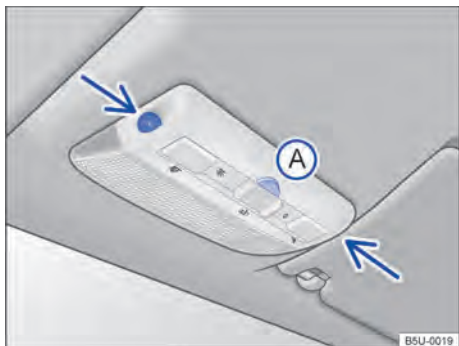

Fig. 29 No console do teto: sensores de monitoramento do interior do veículo e tecla (A) para desligar o monitoramento do interior do veículo.
O monitoramento do interior do veículo dispara o alarme com o veículo travado, se reconhecer movimentos no interior do veículo. O sensor e o receptor estão localizados no conjunto da lanterna de leitura ⇒ Fig. 29 (setas).
- Pressionar a tecla ⇒ Fig. 29 (A). No instrumento combinado, a luz de controle  permanecerá acesa.